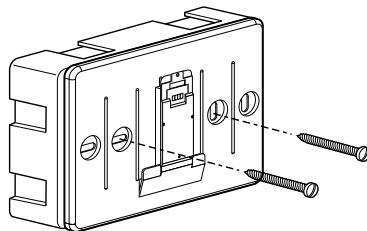

Fig. 2
- fixer la base de l'appareil au boîtier mural, à l'aide des vis fournies dans le kit (fig.2).